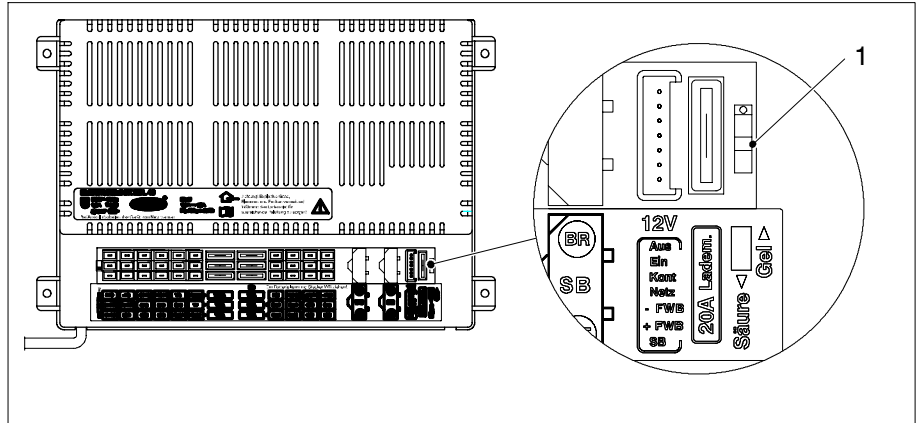

Bild 1 Batterie-Wahlschalter
- ▶ Den Batterie-Wahlschalter (Abb. 1, Pos. 1) mit einem dünnen Gegenstand (z. B. Kugelschreibermine) in die entsprechende Position bringen: